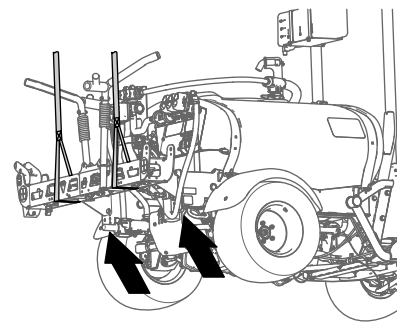

Figura 45
- Sujete la sección de fumigación central con un equipo de izado de la capacidad especificada (Figura 45).